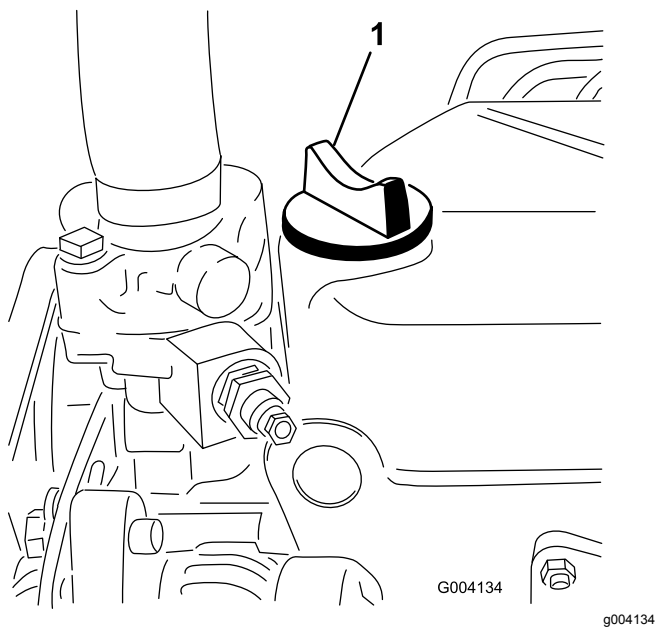

Bild 30
5. Wenn der Ölstand unter der Voll-Markierung liegt, nehmen Sie den Fülldeckel ab (Bild 30)